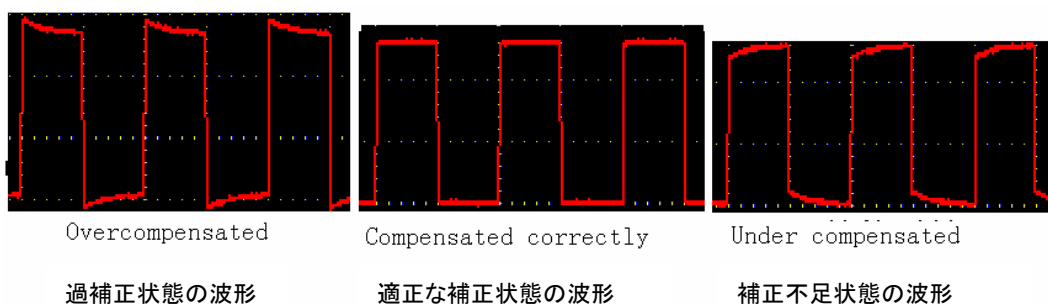
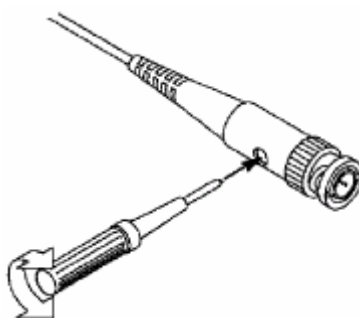

Fig. 7 プローブ補正の波形表示
Fig. 8 プローブ調節
2. 波形がディスプレイに表示されるのを確認し、正しい補正値が出るまで調整しましょう。(Fig.7 と Fig.8 参照)